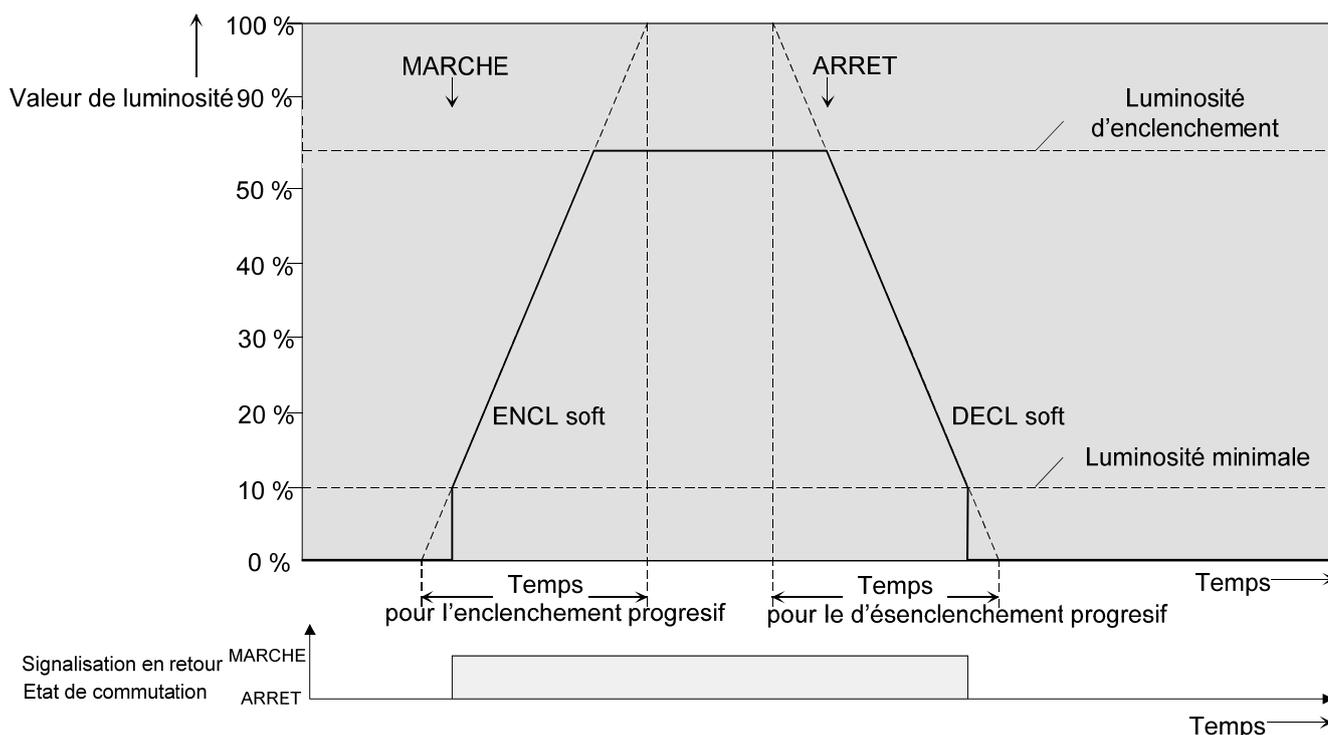

Fig. 22: Comportement de variation des fonctions d'enclenchement/désenclenchement progressif à titre d'exemple avec une luminosité minimale > 0%
Pour une fonction d'enclenchement progressif activée, un processus de variation est exécuté à l'enclenchement jusqu'à la luminosité d'enclenchement paramétrée. Ceci a lieu également lorsque le groupe DALI est déjà enclenché à une valeur de luminosité inférieure à la luminosité d'enclenchement. De manière analogue, un processus de variation jusqu'à 0 % de luminosité est exécuté pour la fonction de désenclenchement progressif à la réception d'un télégramme ARRET (voir Fig. 22).
- Le processus de variation d'une fonction d'enclenchement progressif commence à la luminosité minimale configurée dans le module d'extension de l'ETS. Lorsqu'un groupe DALI est désenclenché (valeur de luminosité = 0 %) et enclenché, le groupe saute à la luminosité minimale paramétrée et commence le processus de variation d'enclenchement progressif vers la luminosité d'enclenchement (voir Fig. 22).